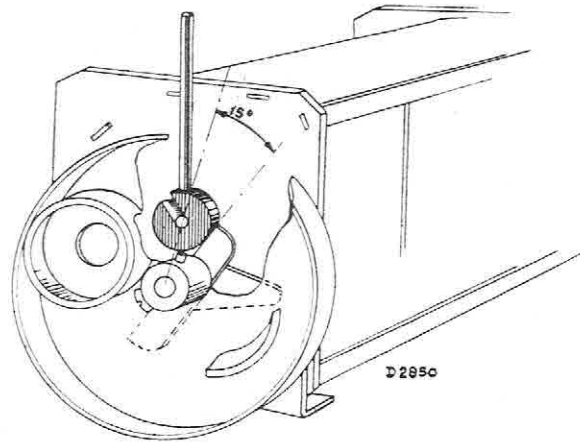

Fig. 5
4. Placer le gabarit de 15° (voir figure 5) et tourner le condensateur pour l'amener contre le gabarit (vers 200 mètres).